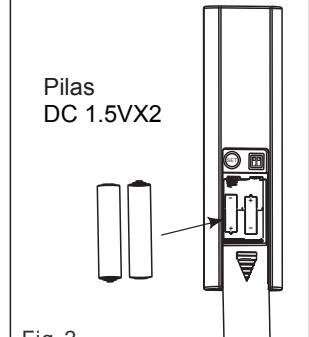

Fig. 2
- Use 2 1.5V/AAA pilas para cambiar las pilas. (Fig. 2)